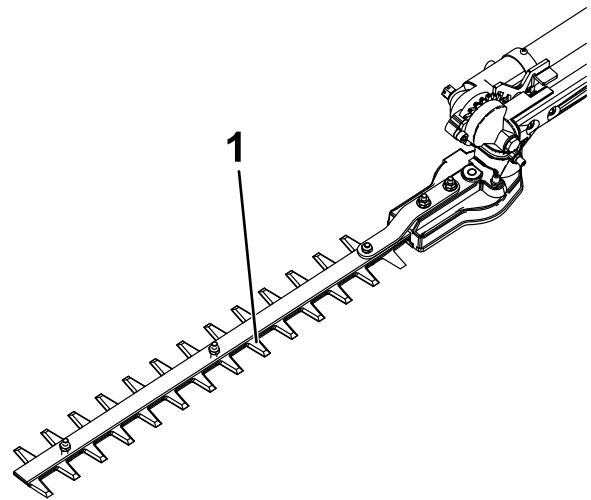

Figura 12
3. Aplique aceite ligero para máquinas (por ejemplo, N° 10) a lo largo del borde de las cuchillas superiores (Figura 12).